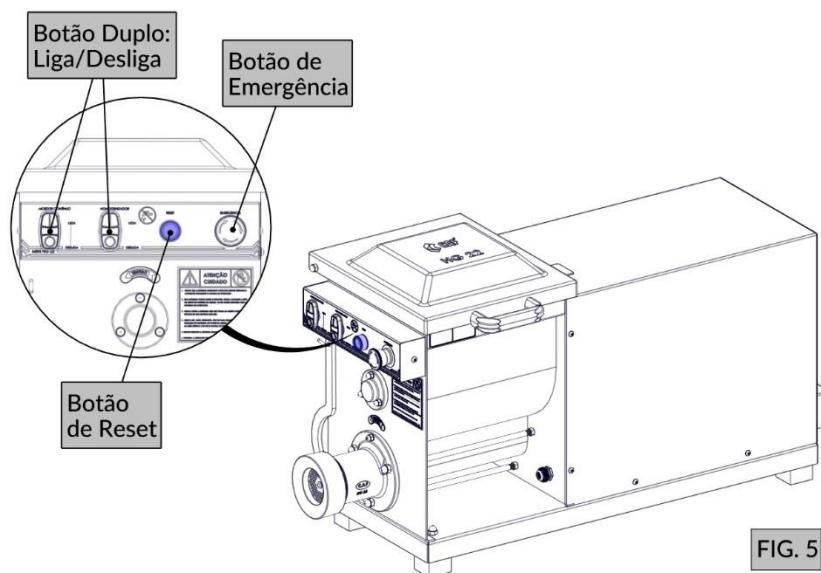

FIG. 5
Todos os sistemas listados acima estão localizados no painel de comando (FIG. 5) do Moedor e Misturador.
3. Verifique se o botão de emergência está destravado (FIG. 5);
4. Para acionar a máquina é necessário apertar o botão de reset (FIG. 5) e, em seguida, o botão liga/desliga (FIG. 5). Observe o sentido de rotação do caracol e pás através das setas indicativas da máquina.
4. Aperte o botão liga do moedor (FIG. 5) e em seguida o botão liga do misturador (FIG. 5) para realizar o acionamento da máquina;